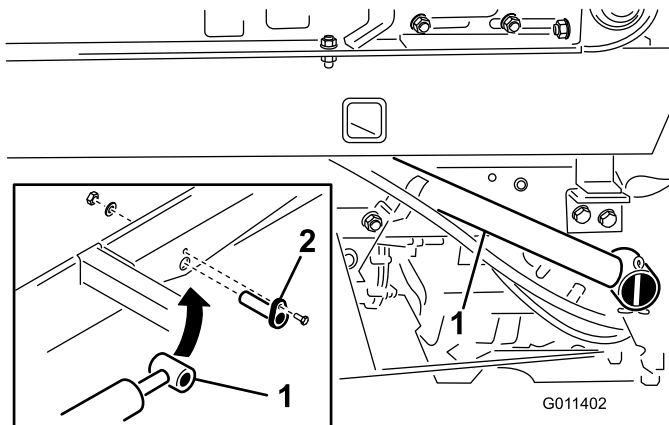

Рисунок 12
1. С помощью штифта цилиндра прикрепите конец штока каждого гидроцилиндра подъема к основанию пескователя (Рисунок 12).
2. Закрепите каждый штифт гидроцилиндра на основании пескователя с помощью болта ( $\frac{1}{4}$  x  $\frac{3}{4}$  дюйма), плоской шайбы и гайки (Рисунок 12).